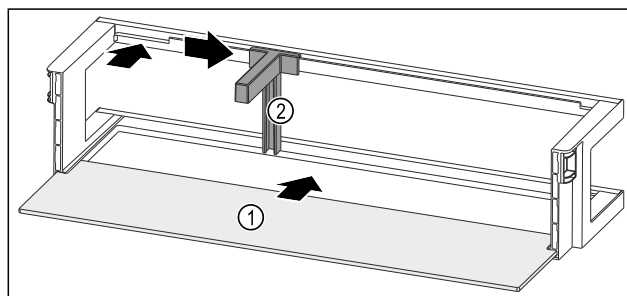

Fig. 53 Deurrek met draagplateau
- Draagplateau Fig. 53 (1) in de zijdelingse inkepingen schuiven.
- Flessenhouder Fig. 53 (2) in de uitsparing plaatsen.
- Flessenhouder Fig. 53 (2) in de gewenste positie opzij schuiven.